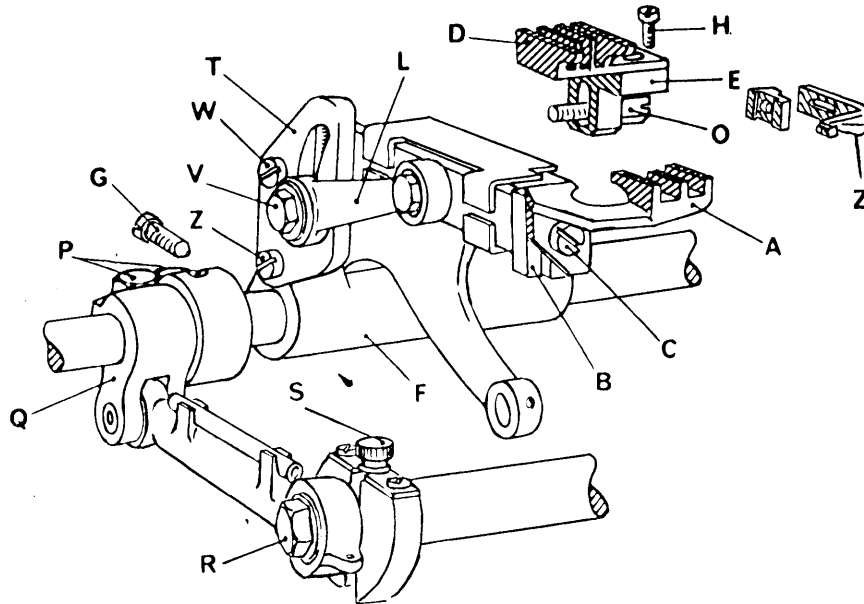

fig. 8
#### 6. Montaggio e regolazione griffe (fig. 8)
### Centratore griffe (fig. 8)
### Regolazione differenziale (fig. 8)
- Per regolare la lunghezza del punto, si deve allentare il dado R (fig. 8) e ruotare la vite S dell'allungapunto: in senso orario si accorcia il punto, in senso antiorario si allunga. Il dado R si allenta girandolo verso destra.
### **e) Variazione lunghezza punto (fig. 8)**